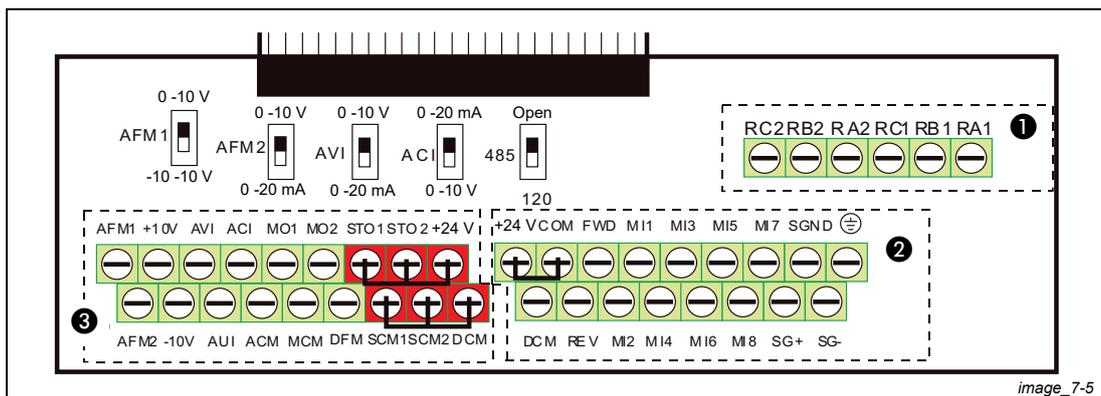

Abb. 7-5: Abnehmbarer Klemmenblock
- Bei dem in Abb. 7-5 dargestellten Auslieferungszustand sind die Klemmen STO1, STO2, +24V und SCM1, SCM2, DCM werkseitig kurzgeschlossen. Die Klemme +24V im Bereich ③ der Abb. 7-5 ist nur für die STO-Funktion vorgesehen und kann nicht für andere Zwecke genutzt werden. Im Auslieferungszustand sind die Klemmen +24V-COM kurzgeschlossen und es ist die negative Logik (NPN) eingestellt. Weitere Informationen zur Verdrahtung finden Sie auch in Kapitel 5 „Anschluss“.
- ① und ②: Klingbreite 3,5 mm, Klingendicke 0,6 mm;
- ③: Klingbreite 2,5 mm, Klingendicke 0,4 mm